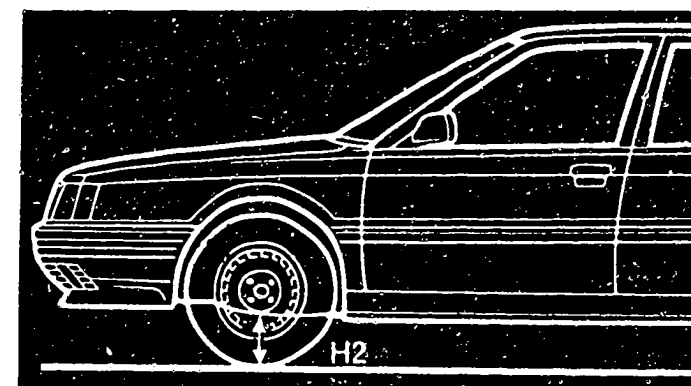

Bild 39 Entsprechend der Fahrzeughöhe (H5 - H2) ergeben sich folgende Nachlaufwerte (Position H5 siehe Bild 41):
a) **Vorderräder:** Nachlauf, Radsturz und Spreizung können nicht eingestellt werden. Vor der Kontrolle des Nachlaufs ist die Fahrzeughöhe (Bild 39) festzustellen,
Nachlauf .....	je nach Fahrzeughöhe (Bild 39)